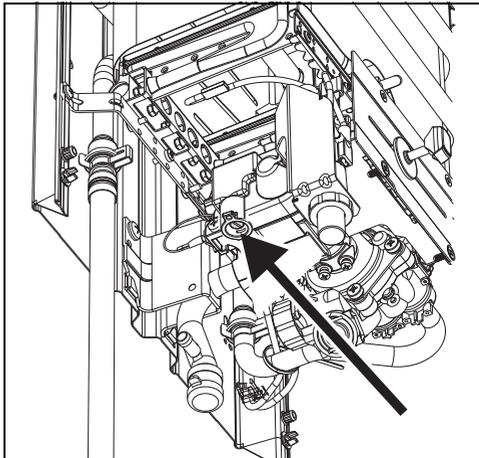

Fig. 12 Tornillo de ajuste de caudal de gas máximo
- ▶ Retire el precinto del tornillo (Fig. 12).
- ▶ Utilizando la tuerca de ajuste (Fig. 12) regule la presión hasta alcanzar los valores indicados en la tabla 7.